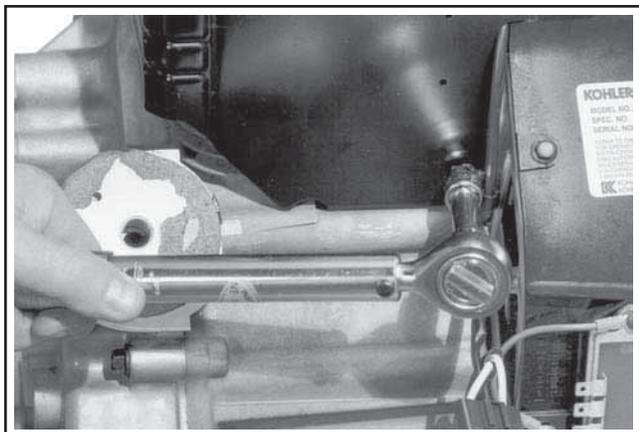
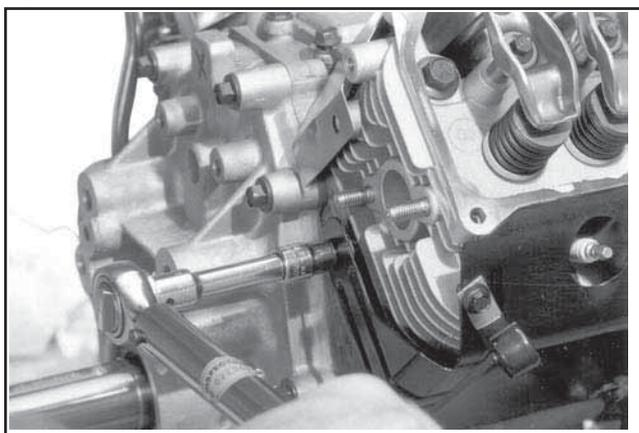

Figure 11-65. Serrer les vis courtes au couple spécifié.
Figure 11-66. Serrer les vis de fixation du déflecteur.
- Serrer toutes les fixations du convoyeur. Serrer les vis du carter de protection du ventilateur à **6,2 N·m (55 pouces lb)** dans un nouveau trou ou à **4,0 N·m (35 pouces lb)** dans un ancien trou. Serrer les vis les plus courtes M5 du côté des déflecteurs à **4,0 N·m (35 pouces lb)**. Voir la Figure 11-65. Serrer les vis supérieures M5 du côté déflecteurs (dans la culasse des cylindres) à **6,2 N·m (55 pouces lb)** dans un nouveau trou ou à **4,0 N·m (35 pouces lb)** dans un ancien trou. Serrer les vis arrière M6 de montage des déflecteurs à **10,7 N·m (95 pouces lb)** dans un nouveau trou ou à **7,3 N·m (65 pouces lb)** dans un ancien trou. Voir la Figure 11-66.